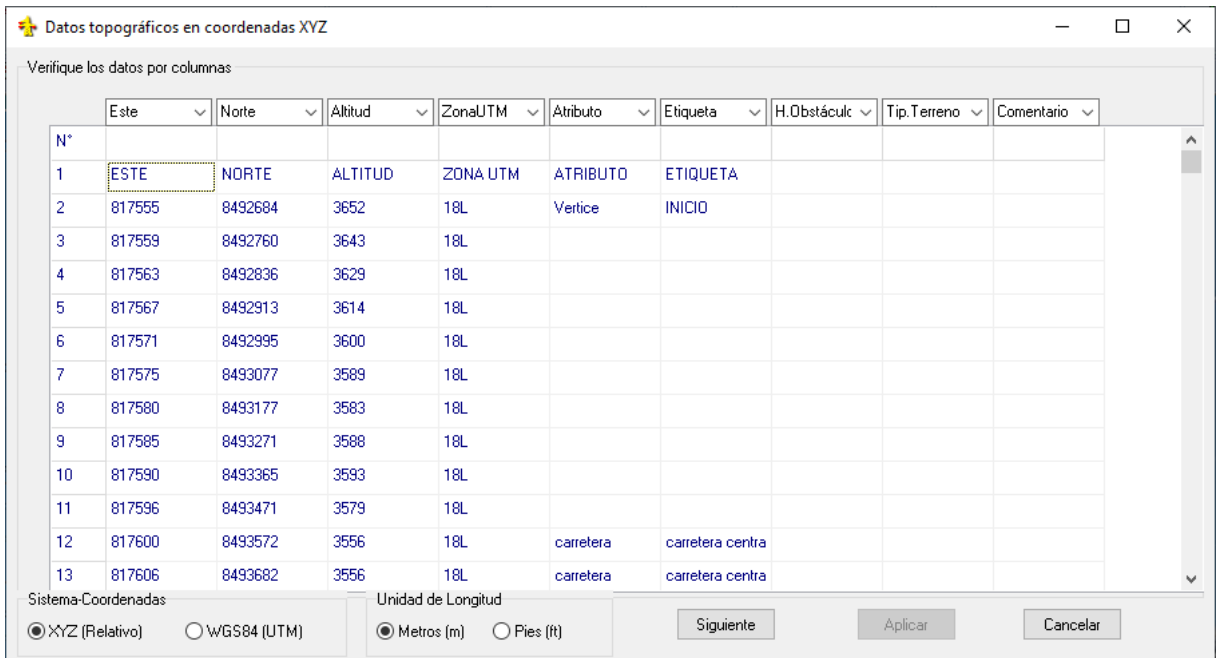

Fig. 3.2
2. Luego muestra la ventana “Datos topográficos en coordenadas XYZ” (Ver Fig. 3.2).